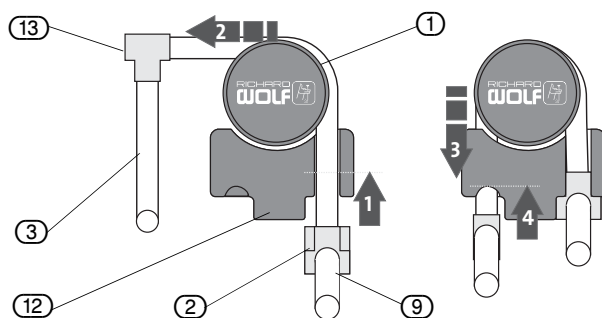

図 5-4 ローラーホースの挿入
- ▶ 機器の電源をオンにします。LED の電源ステータスでオンが点灯します。装置をオンにする前に、すべてのチューブセットがポンプから外されていることを確認してください。長い警告音で、機器テストが正常に終了し、チューブを挿入できるようになったことを知らせます。ローラーチューブの挿入は、図 5-4 “ローラーホースの挿入” に表示されています。
- ▶ ローラーチューブを取り付ける際、圧力チャンバーの膜を傷つけないようにしてください。圧力チャンバー (2) は、チャンバーが加圧されていない場合にのみ取り付けてください。
- ▶ 加圧されていない圧力チャンバー (2) を、チューブリテナー (12) の下側の切り欠きに動かなくなるまで慎重に挿入します。
- ▶ ローラーチューブ (1) をローラーホイールの周りに置きます。